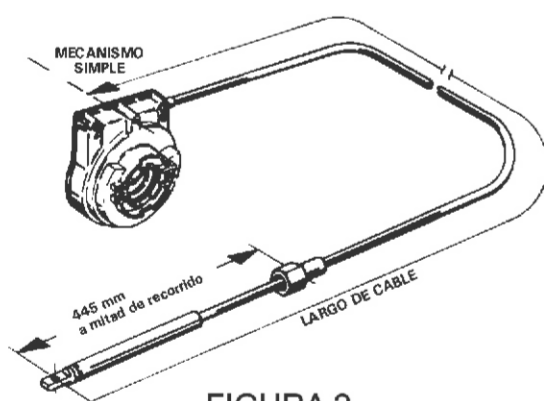

FIGURA 2
2.6 El largo del cable debe ser medido desde el centro del volante (C/V) hasta el agujero del extremo de la barra del cable estando este a mitad del recorrido (figura 2).